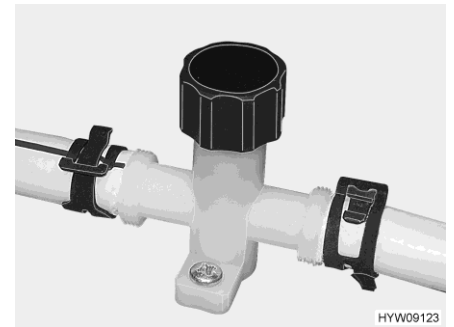

Fig. 127 Rubinetto di scarico (tubatura dell'acqua)
- Chiudere tutti i rubinetti di scarico (Fig. 127). Chiudere i coperchi in senso orario oppure posizionare la leva a bilanciere in posizione orizzontale. La valvola di sicurezza/di scarico e i rubinetti di scarico sono installati nella cassa sedili o risp. sotto uno sportello del pavimento.